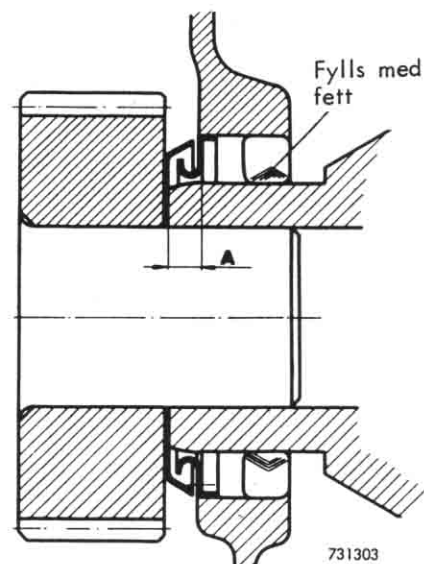

Fig 29. Montering, labyrinttätning
4. Kontrollera att oljeavkastarringen inte är skadad samt att måttet A är det rätta, se fig 29.